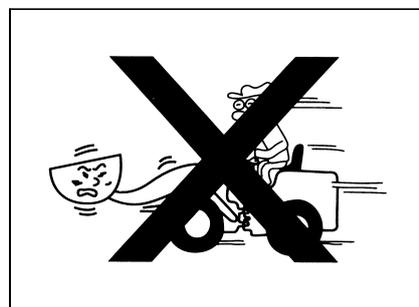

Рис. 1-54
- Двигатель должен работать стабильно, категорически запрещается совершать поворот при высокой скорости движения(рис. 1-54)..